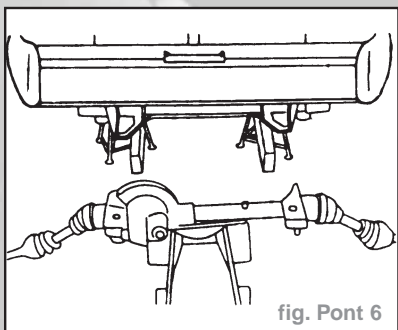

fig. Pont 6
- Placer l'essieu sur cric (fig. Pont 6).